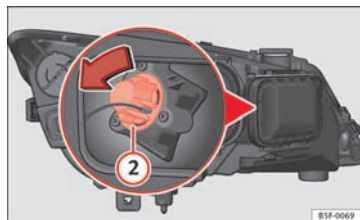

Fig. 137 Blinklyspære
- Drej pæreholderen ⇒ Fig. 137 ② mod venstre, og træk i den.